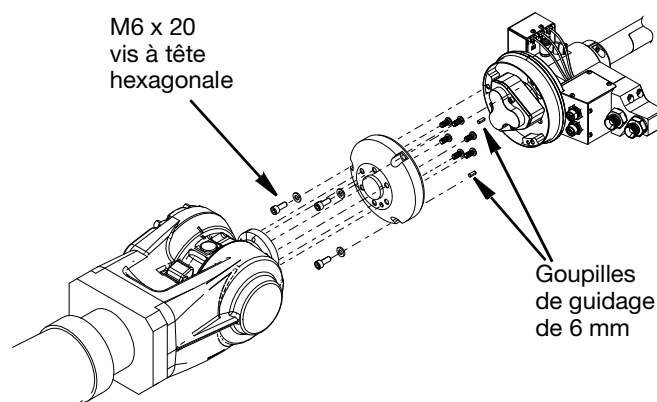

FIG. 2
2. La bride de montage est ensuite fixée au corps du pistolet Switch 3D à l'aide de trois vis à tête hexagonale M6x20. Serrez au couple de 11,1 N•m. Il est important de s'assurer que les tiges de guidage de 6 mm fournies avec le kit sont insérées dans les bonnes positions. Voir FIG. 2.